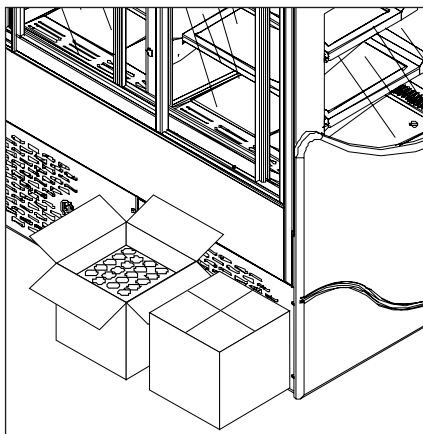

Fig. 7
- No obstaculizar la rejilla de ventilación inferior con los paquetes que están por ser cargados. (Fig. 7)